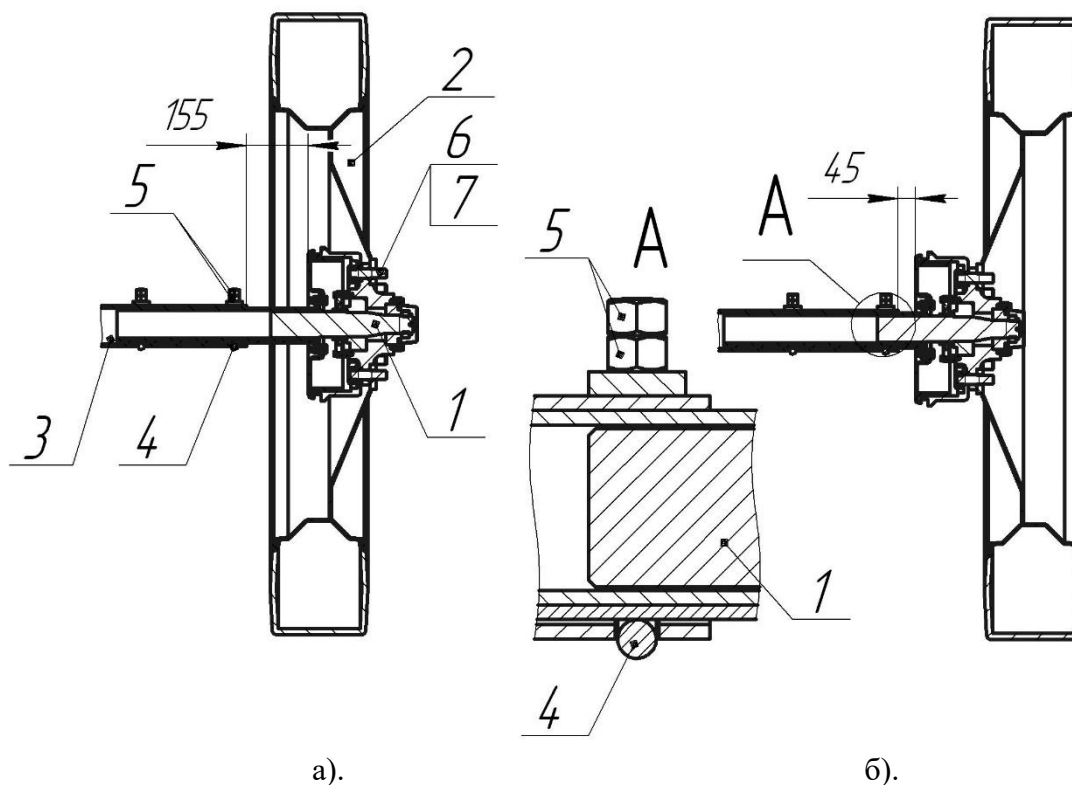
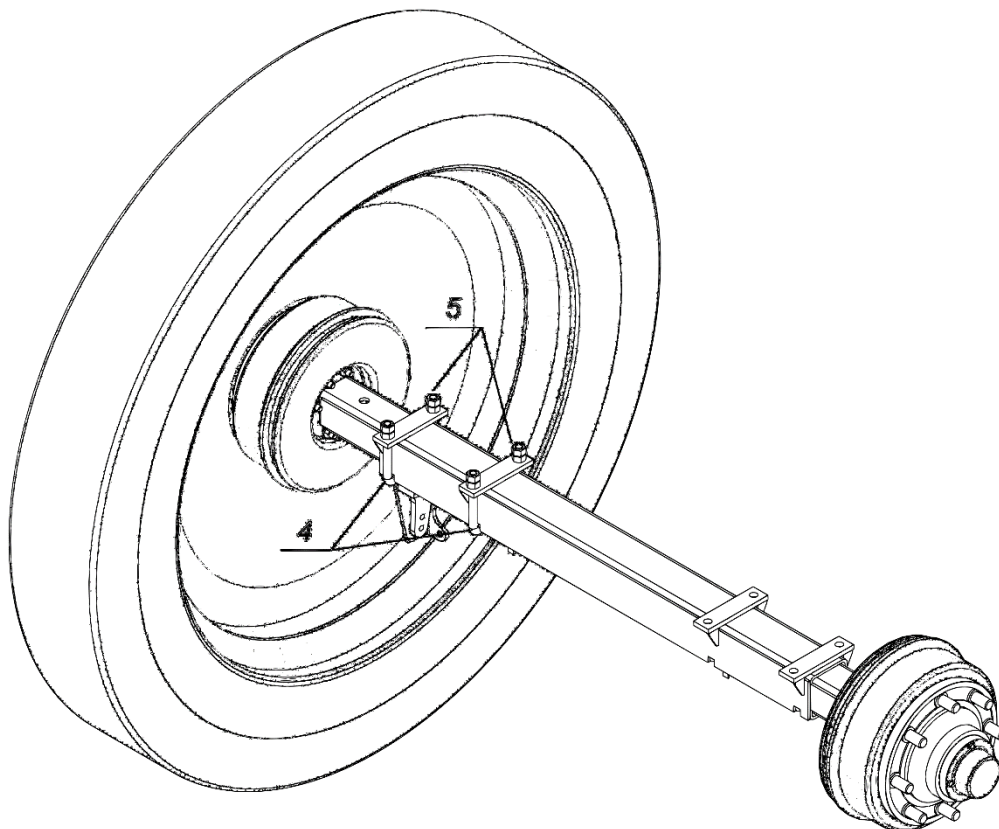

Рис. 21. Схема установки колес при колее, а) 1500 мм, б) 1800 мм.
Рис. 22. Колесная балка опрыскивателя.
Опрыскиватель можно установить на колею 1500 (Рис. 21 а) или 1800 мм (Рис. 21 б). Колея регулируется бесступенчато.
(подрисовочные надписи см. на Рис. 21)
- поменять местами колеса и перевернуть их, как показано на Рис. 21; после монтажа колес протектор шин должен иметь исходное направление.
- 6.2.10. Проверить надежность фиксации полуосей стремянками 4 (Рис. 21 и Рис. 22). При необходимости, гайки 5 - поджать. Проверить надежность фиксации транспортных опор штанги.